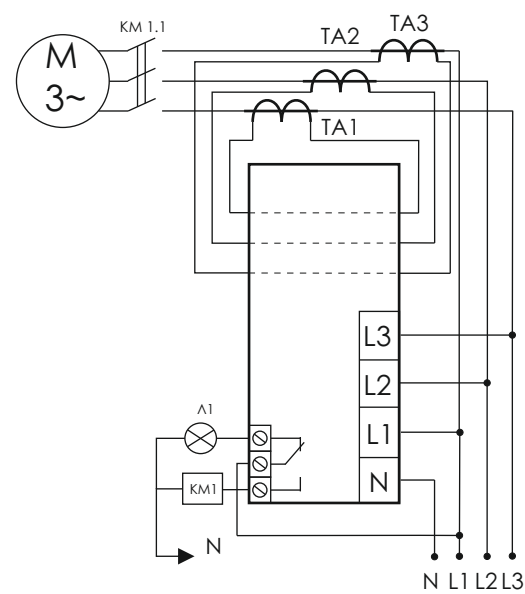

Рис.1 Типовая схема включения изделия AZD с трансформаторами тока.
- Собрать схему в соответствии с рис.1